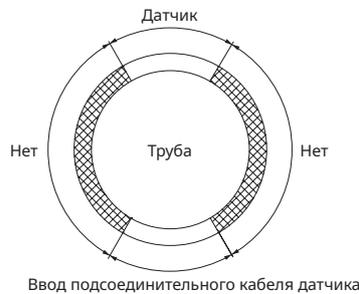

Рис. 8. Датчик и ввод подсоединительного кабеля
- Подсоединительный кабель датчика должен выходить из-под теплоизоляции таким образом, чтобы под теплоизоляцию и ее кожу не проникала влага (рис. 8)